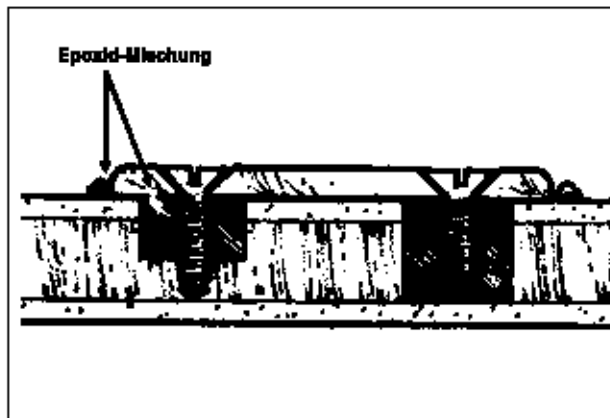

Abb. 6-5 Ziehen Sie die Schrauben an, bis etwas von der Epoxidharzmasse seitlich am Beschlag hervorquillt.
8. Der Beschlag wird nun angepaßt und die Schrauben werden angezogen, bis das Harz herausquillt. Die Muttern nicht stark anziehen. (Abb. 6-5).